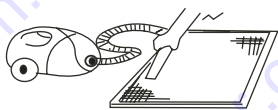

Рис. 1
- При очистке фильтра пылесосом держите его загрязненной поверхностью вверх (рисунок 1).